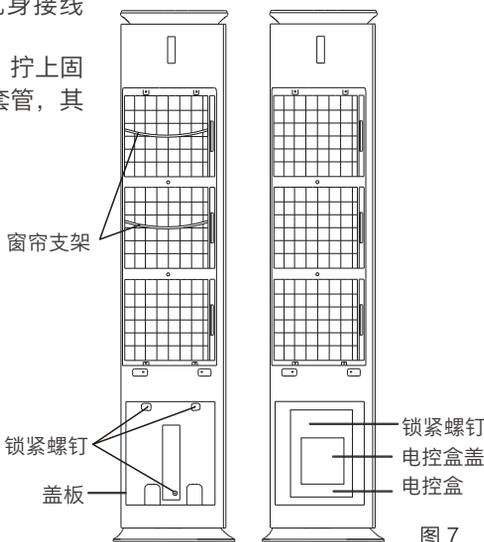

图 7
- 从室内机的背面下部的盖板上端拆下锁紧螺钉，将盖板取下后（如图7所示），再取掉电控盒盖。
- 从室内机的背面下部的盖板上端拆下锁紧螺钉，将盖板取下（如图7所示）。
● 为了防止窗帘吸附到吸风栅上，请安装窗帘支架。安装时，将支架两端卡到吸风栅上，如图7所示。